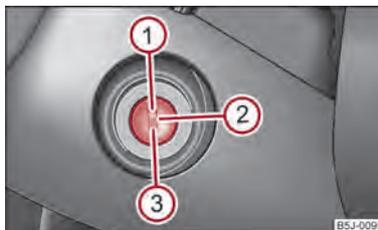

Fig. 78 Posiciones de la cerradura de encendido
- El motor se para girando la llave de contacto a la posición ① ⇒ fig. 78. ▶